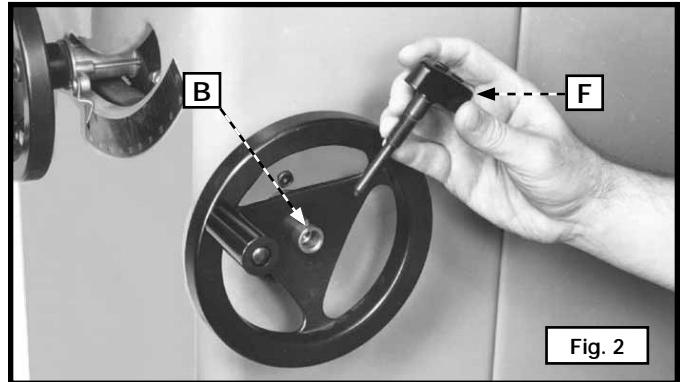

Fig. 2
- Instale la perilla de bloqueo (F) Fig. 2, en la punta roscada del eje (B). Ajuste bien la perilla de bloqueo.